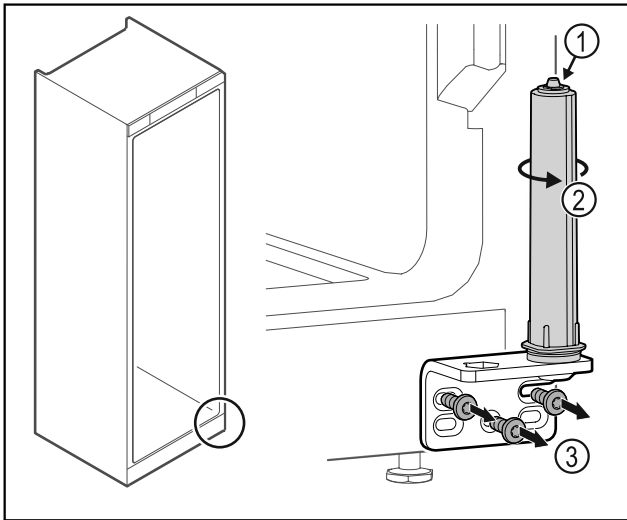

Fig. 37
- Nerozebírejte uzavírací systém dvířek Fig. 37 (1).
- ▶ Otáčejte uzavíracím systémem Fig. 37 (2), dokud nezacvakne.
- ▶ Odšroubujte úhelník závěsu Fig. 37 (3).